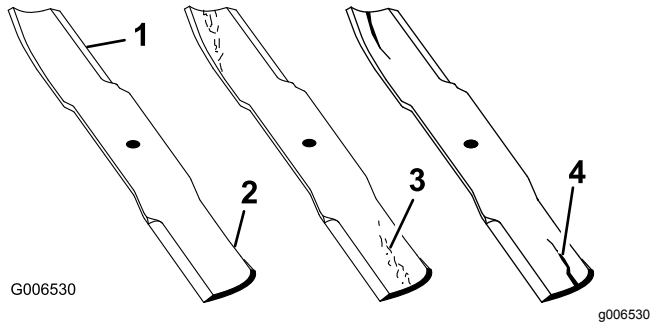

Figure 92
1. Examinez le tranchant des lames (**Figure 92**). Si les lames sont émoussées ou présentent des indentations, déposez-les et affûtez-les.
2. Inspectez les lames, et plus particulièrement l'ailette (**Figure 92**). Remplacez immédiatement toute lame endommagée, usée ou qui présente une entaille (**Figure 92**).